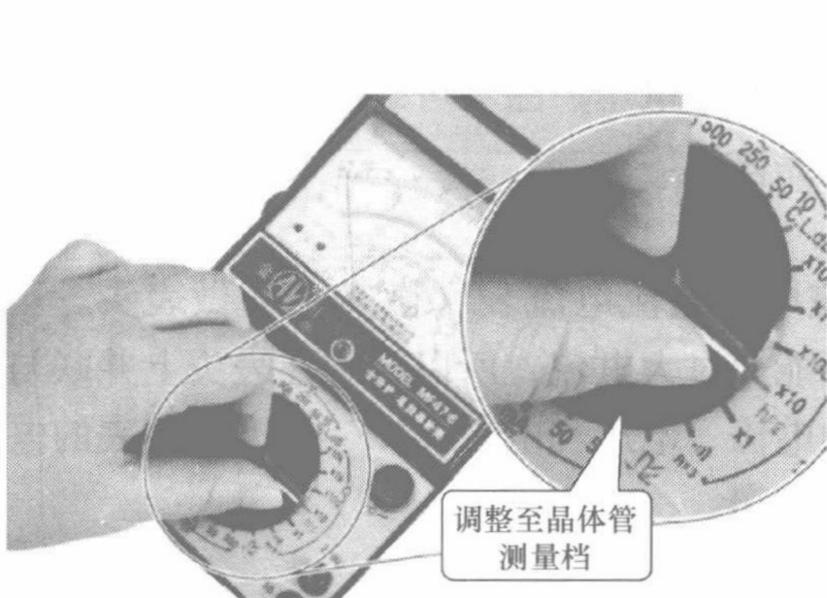

图 1-11 调整万用表功能旋钮
(1) 选择档位 将万用表的功能旋钮调整至“hFE”档，如图 1-11 所示。然后调节欧姆校零旋钮，让指针指到标有“hFE”刻度线的最大刻度“300”处，实际上指针此时也指在欧姆刻度线“0”刻度处。